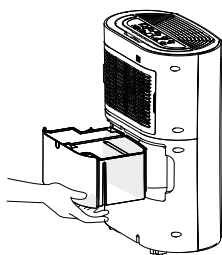

fig. 2
1. Tøm vanntanken (7) når enheten rapporterer det med den røde indikatorlampen (2k) og hver gang enheten slås av.
2. Ta tak i håndtakene for å fjerne tanken med begge hender og trekk den kraftig, men forsiktig ut av apparatshuset (fig. 2).